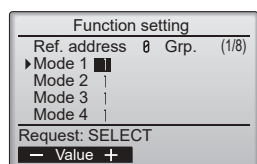
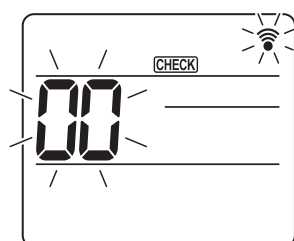
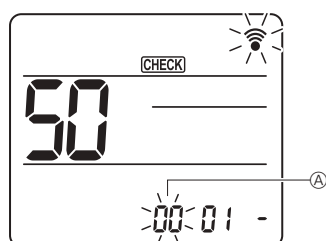
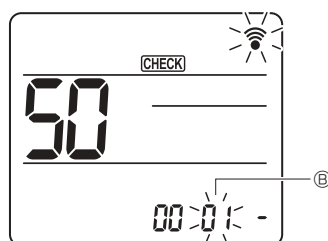

Fig. 7-15
Fig. 7-17
Fig. 7-18
Fig. 7-19
⑥ (Fig. 7-15) (Fig. 7-16)
① Accès au mode de sélection des fonctions
- Appuyez sur la touche [MENU] pendant 5 secondes. (Commencez cette opération lorsque l'affichage de la télécommande est éteint.) [CHECK] (VÉRIF.) s'allume et "00" clignote. (Fig. 7-17)
② Réglage du numéro d'appareil
- Appuyez sur les touches [DOWN] pour régler le numéro d'appareil ①. (Fig. 7-18)
③ Sélection d'un mode
- Appuyez sur les touches [DOWN] pour régler le numéro de mode ②. (Fig. 7-19)